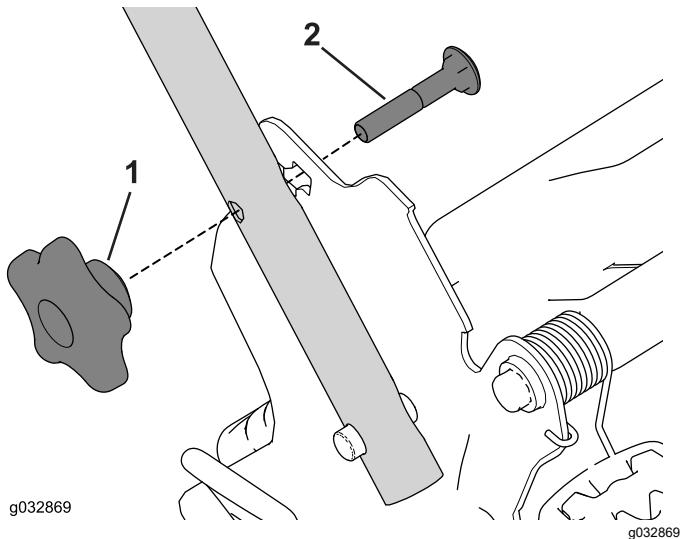

Figura 22
- Togliete e conservate le 2 manopole della stegola e i 2 bulloni a testa tonda dalle staffe della stegola (Figura 22).